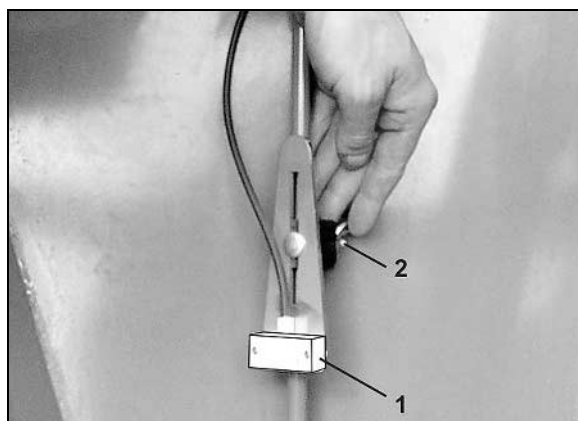

Рис. 59
3. Ослабьте барашковые гайки (Рис. 59/2).
4. Установите высоту датчика уровня (Рис. 59/1) в соответствии с необходимым остаточным количеством посевного материала.
5. Затяните барашковую гайку (Рис. 59/2).
Датчик уровня устанавливайте как на рисунке (Рис. 59)!